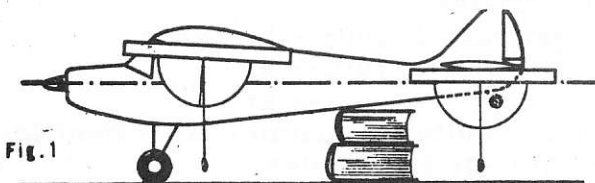

Fig. 1
(2) Vinkelinställningen av vinge, stabbe och motor skall vara så som anges på ritningen. (Fig. 1)